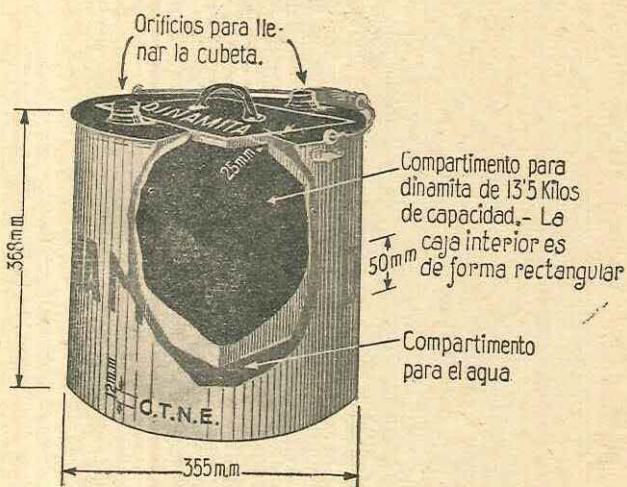

Fig. 5
15.—*Vasijas para el deshielo de la dinamita.* Se emplearán solamente vasijas de los tipos aprobados. Estas vasijas tienen dos compartimentos (fig. 5). La dinamita que se va a deshelar se coloca en el compartimento interior poniendo en el exterior agua algo caliente.